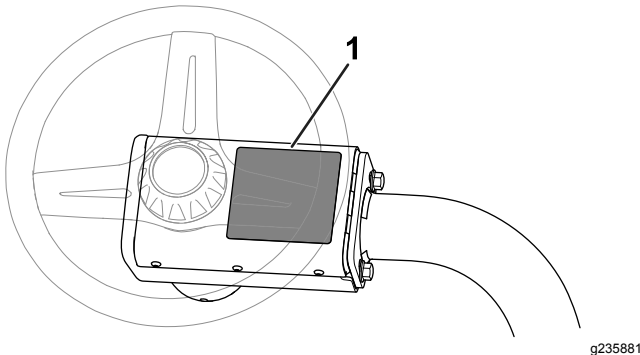

Рисунок 16
- Приклейте предупреждающую наклейку CE (№ по кат. 136-8505) поверх имеющейся предупреждающей наклейки (№ по кат. 136-8506); см. Рисунок 16.